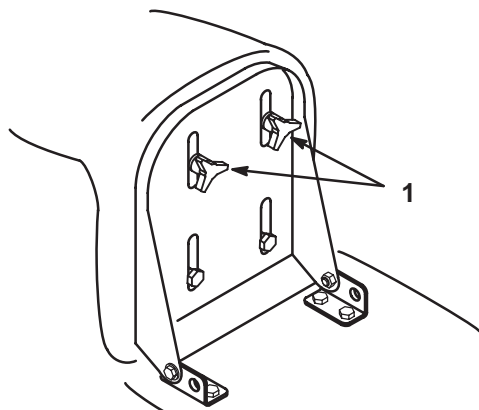

Figure 3
1. Soulevez le siège et desserrez les boutons de réglage (Fig. 3).